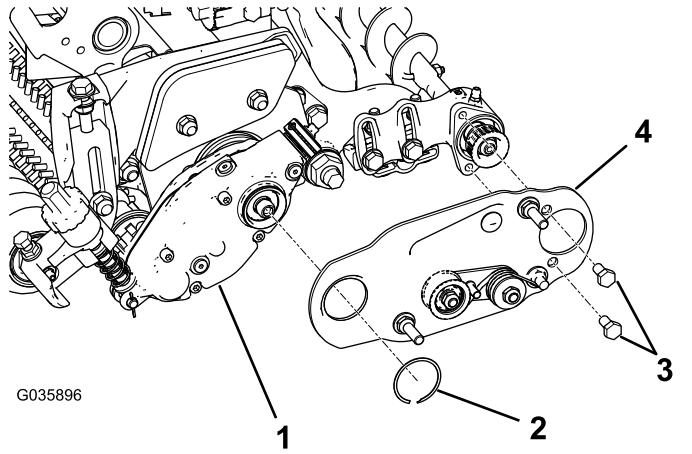

Figure 9
- Vérifiez que la plaque de pivot de la brosse de rouleau est configurée de telle façon que la poulie de tension est montée en bas, comme montré à la Figure 9.
4. Alignez la plaque de pivot de brosse de rouleau comme montré à la Figure 9.
plaqué de brosse au logement de roulement de la brosse de rouleau (Figure 9).
6. Fixez la plaque de brosse au carter de brosse avec le circlip (Figure 9).